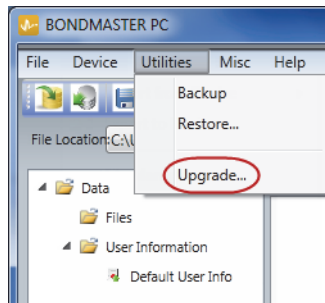

Figura 7-7 Menu Utilities
5. No menu **Utilities** do BondMaster PC, selecione **Upgrade** (veja Figura 7-7 na página 187).